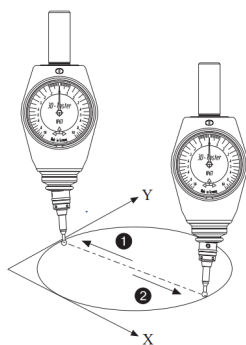

Fig. 9
- Posizionare la sonda del tester 3D nel foro e procedere lungo l'asse X fino a quando la sonda entra in contatto con il pezzo e l'indicatore segna "0" (Fig. 9).